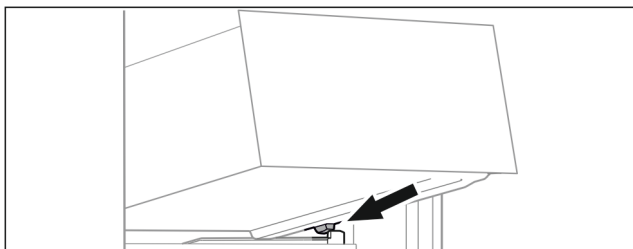

Fig. 85
- ▶ Встановити висувний ящик за стопорами на ребро для резервуару навкоси. (див. Fig. 85)